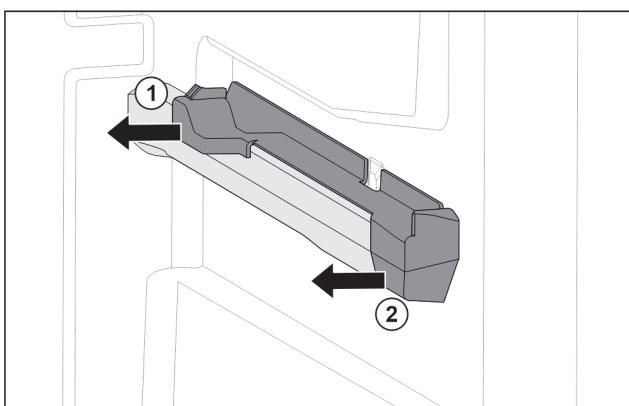

Fig. 80 Násuvný diel na pravom rebre nádoby
► Stiahnite násuvný diel vzadu do strany. Fig. 80 (1)
► Stiahnite násuvný diel vpredu do strany. Fig. 80 (2)